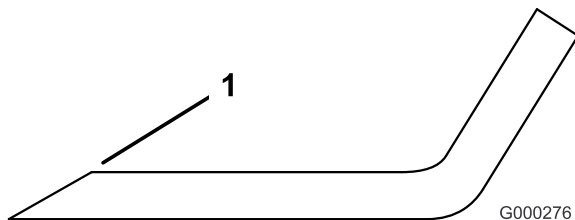

Figure 67
1. Aiguissez le tranchant à chaque extrémité de la lame (Figure 67). Veillez à conserver l'angle de coupe d'origine. Limez la même quantité de métal sur chacun des deux tranchants pour ne pas déséquilibrer la lame.